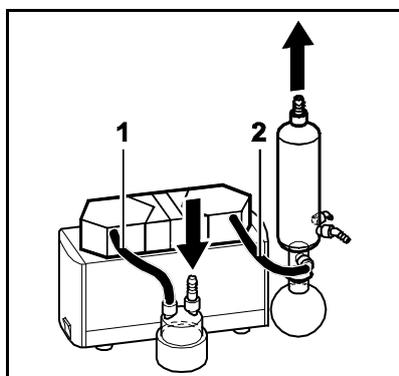

Fig. 15: collegamenti flessibili sistema SH
2	Tubi flessibili (v. fig. 15) <ul style="list-style-type: none"> <li>▪ Agente resistente al fluido utilizzato</li> <li>▪ Diametro interno 10 mm</li> <li>▪ Lunghezze: (1) ca. 150 mm, (2) ca. 220 mm</li> </ul>
4. Eseguire i collegamenti flessibili del sistema (v. fig. 15).